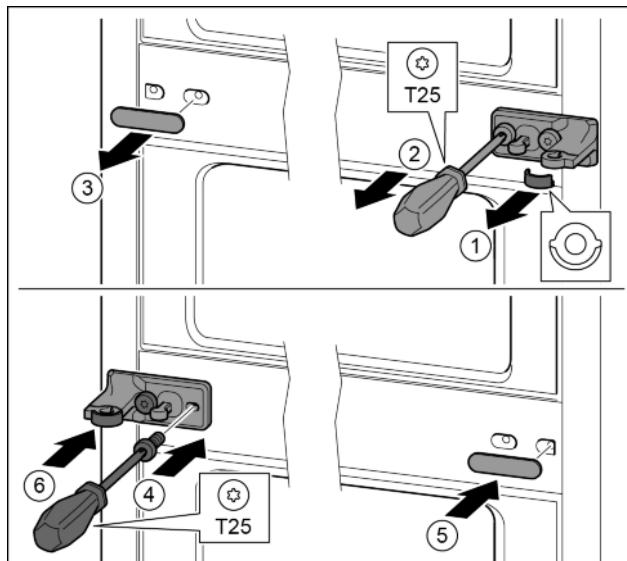

Fig. 28
- Снять шайбу. *Fig. 28 (1)*
- ▶ Выкрутить винты отверткой T25. Fig. 28 (2)
- ▶ Осторожно снять крышку. Fig. 28 (3)
- ▶ Плотно прикрутить опорный кронштейн с подкладкой с поворотом на 180° с другой стороны. Fig. 28 (4)
- ▶ Установить крышку с поворотом на 180° с другой стороны. Fig. 28 (5)
- ▶ Спереди надвинуть шайбу. Fig. 28 (6)